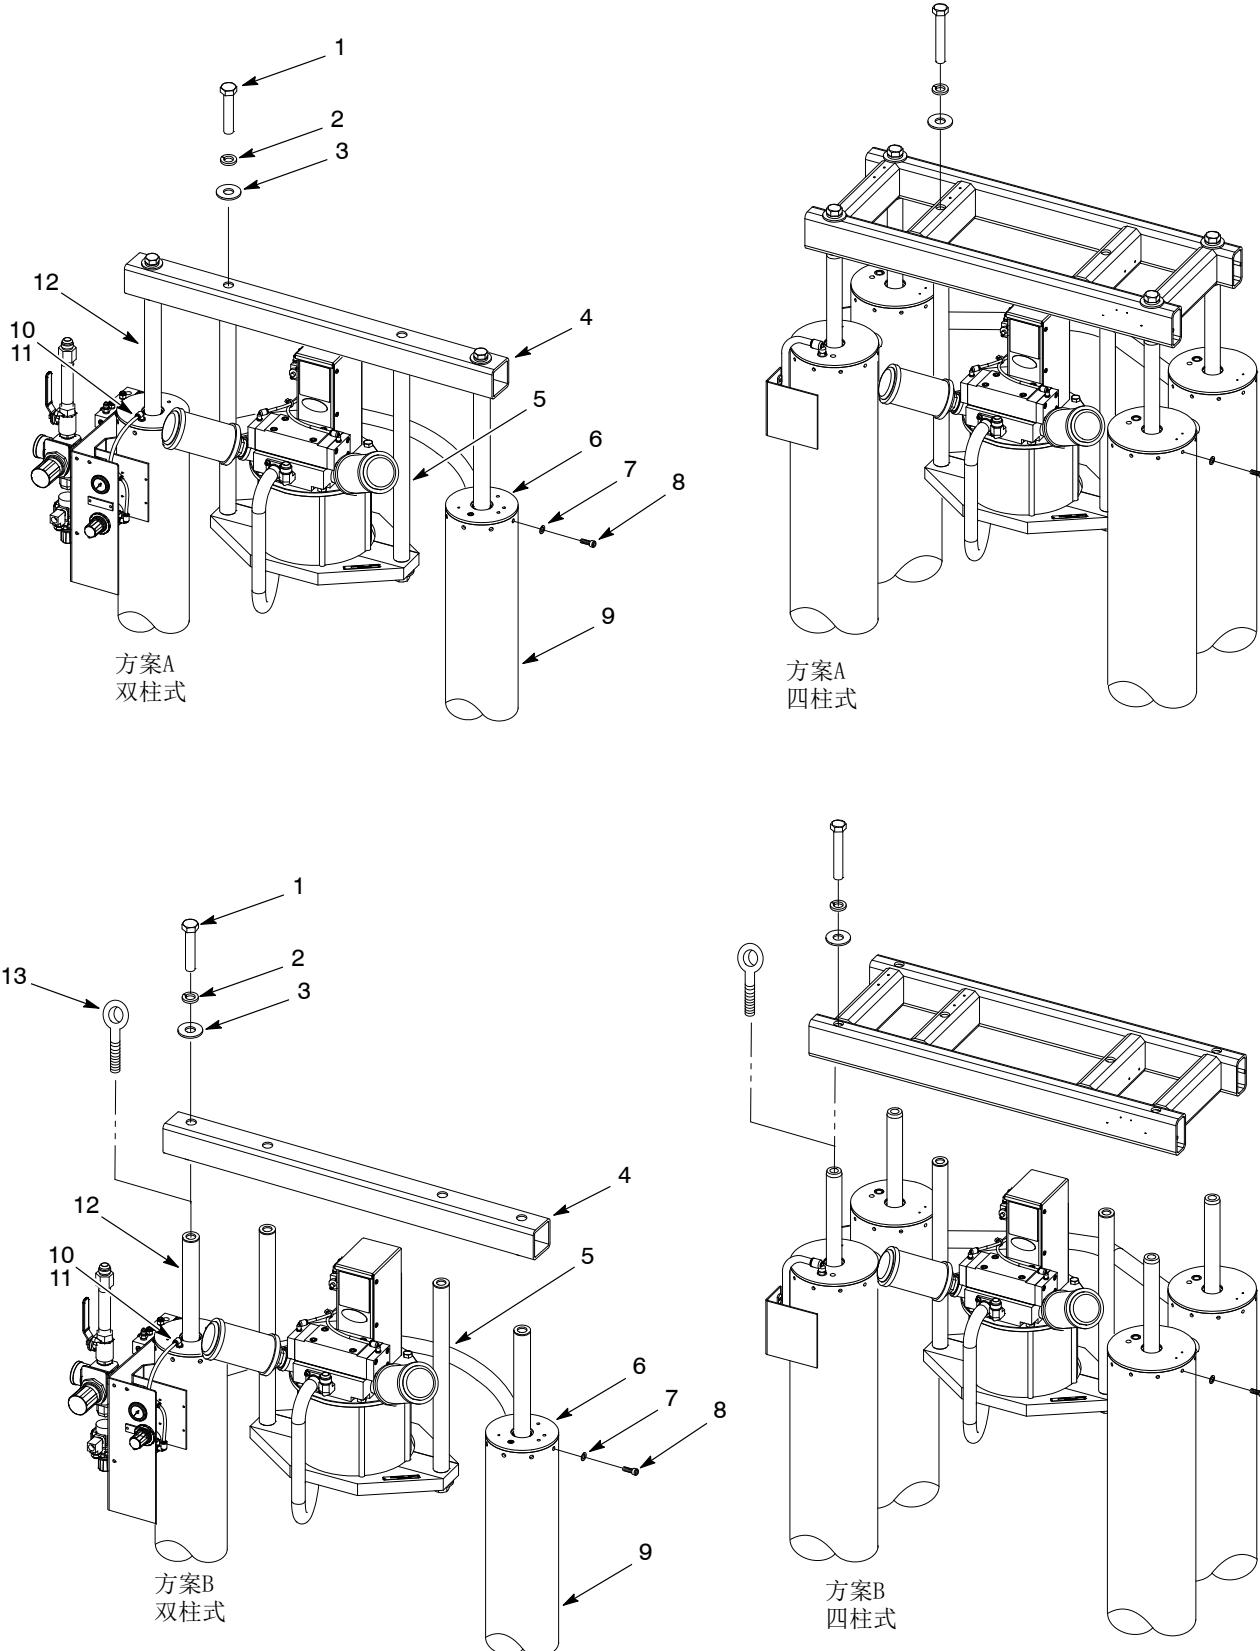

图 2 拆卸活塞杆
详见图2。可通过两种方式拆卸活塞杆：同时拆卸或单独拆卸。执行所需步骤。
1. 请参见图2，方案A。确保气管(10)与接头(11)之间的连接已断开。
1. 请参见图2，方案B。确保气管(10)与接头(11)之间的连接已断开。
12. 请参见图2，方案B。在螺钉(1)的螺纹上涂抹Loctite 242。使用螺钉、止动垫圈(2)和平垫圈(3)将横杆(4)安装至活塞杆(12)和安装杆(5)。将螺钉拧紧至250英寸-磅(339 N•m)。